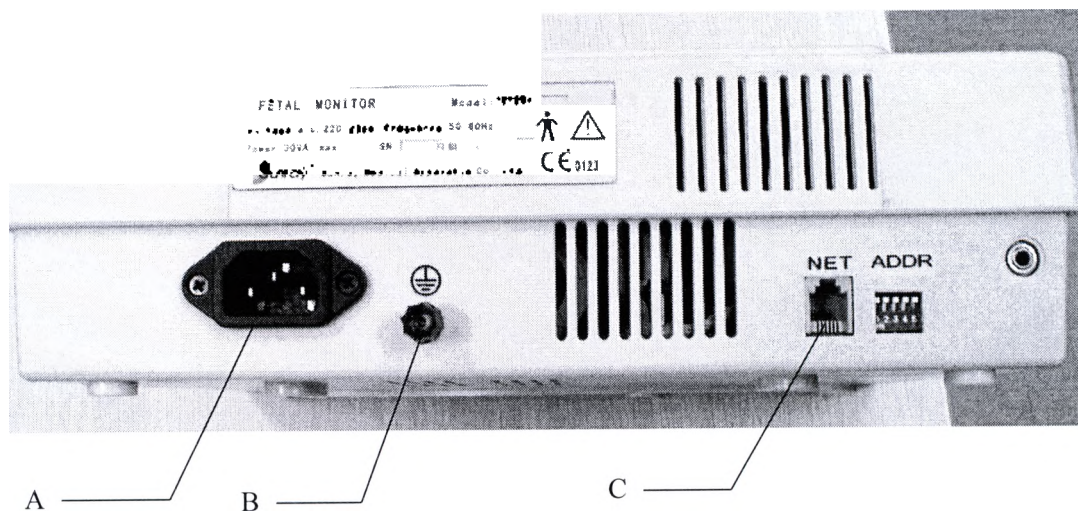

Рис. 4
2. Подключите шнур питания к главному устройству (см. рис. 4).